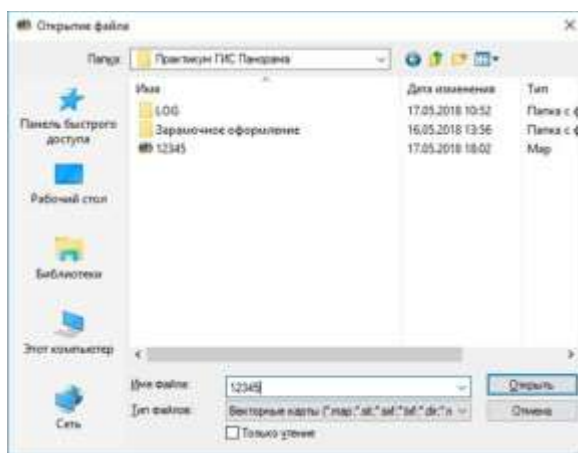
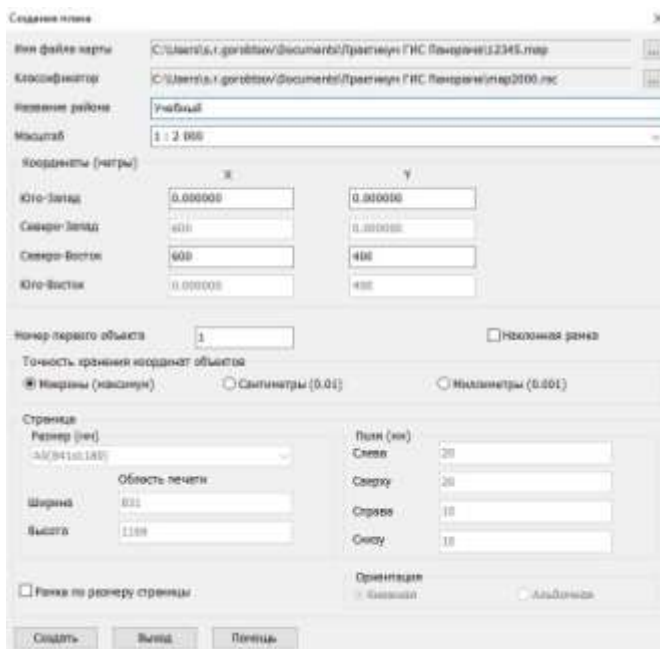

Рисунок 1. Пример диалога при создании рамки плана
Рисунок 2. Пример диалога при создании плана
7. Выбрать команды Меню/Файл/Создать план. На экране появится диалоговое окно, где нужно задать имя файла плана (например, Пет- ров.map, 12345.map (рис. 1)). Нажать кнопку **Сохранить**. Далее появится диалоговое окно (рис. 2), в котором следует: